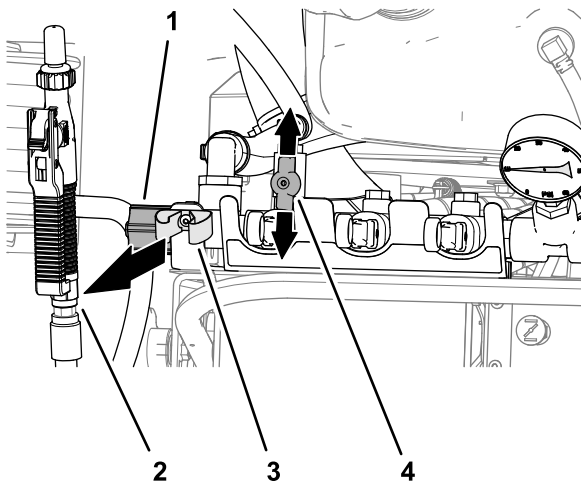

Figura 47
3. Retire la lanza de fumigación del clip del lado izquierdo de la máquina (Figura 47).
- Abra la válvula de cierre de la lanza de fumigación (Figura 47).
- Utilice la válvula de control (Figura 47) para ajustar la presión del sistema de fumigación como se indica a continuación:
- Cierre la válvula de cierre de la lanza de fumigación, apague la bomba de fumigación e introduzca la lanza de fumigación en el clip (Figura 47).